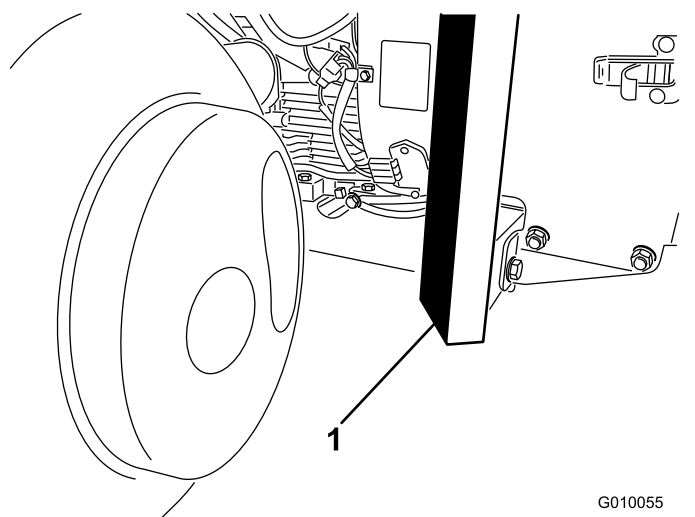

図 41
3. 機体前部のフレームの下にジャッキを確実に置く【図 41】。